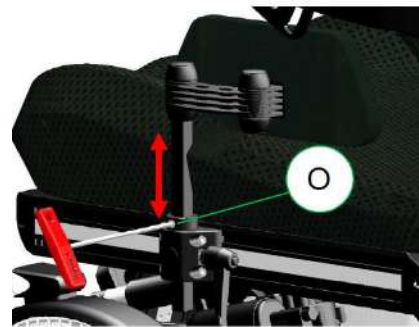

Figura 11-38
- Paso 2: afloje el tornillo (O) del anillo de fijación usando una llave Allen de 4 mm y reposiciónelo contra el bloque de montaje como tope. (Figura 11-38 )